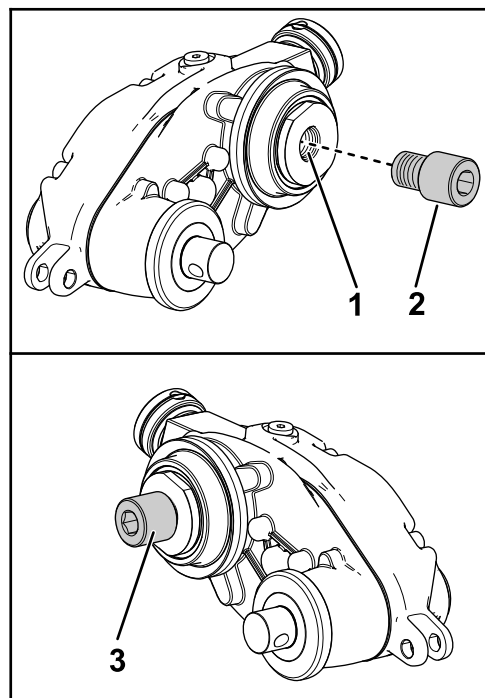

Figura 6
1. Aplique fixador de roscas de resistência média (como, por exemplo, Loctite® 243 azul) nas roscas no interior do veio da transmissão (Figura 6).
2. Instale o adaptador do cilindro apropriado no eixo do rastelo (Figura 6) e aperte-o com uma força de 150 a 163 N·m.